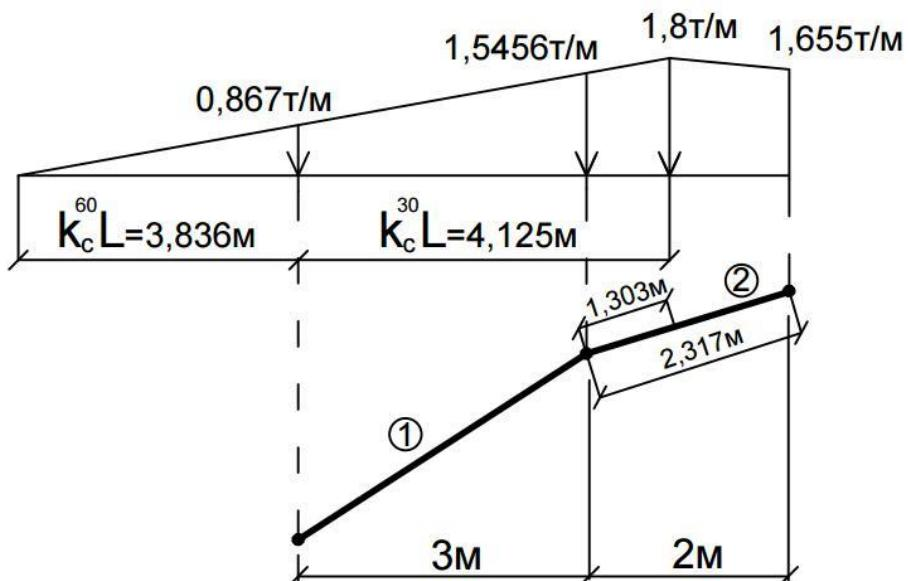
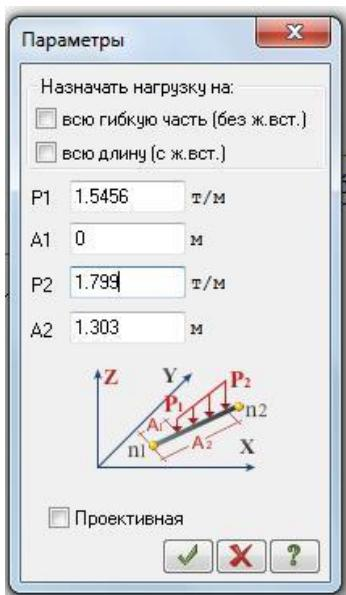
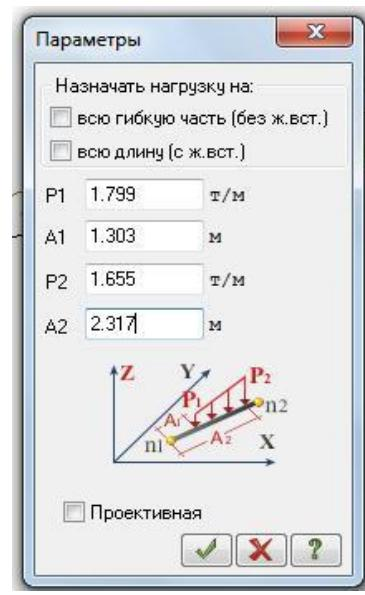

Рис.2.27. Определение значений нагрузок
Рис. 2.29. Задание неравномерно распределенной нагрузки
Рис. 2.30. Задание неравномерно распределенной нагрузки
- Неравномерная нагрузка: задайте в строках значения $P_1=0,867 \text{ т/м}$ и $P_2=1,5456 \text{ т/м}$ (значения нагрузок определены по интерполяции рис.2.27) и отметьте пункт Вдоль оси Z. Нажмите кнопку Применить (рис. 2.28).
- И так же через окно Параметры задайте следующие параметры, определенные по интерполяции (рис.2.27), P1=1.5456т/м, P2=1.8т/м, A1=0, A2=1.303м (рис. 2.29).
- Через окно Параметры задайте следующие параметры, определенные по интерполяции (рис.2.27), P1=1.799т/м, P2=1.655т/м (рис. 2.30).